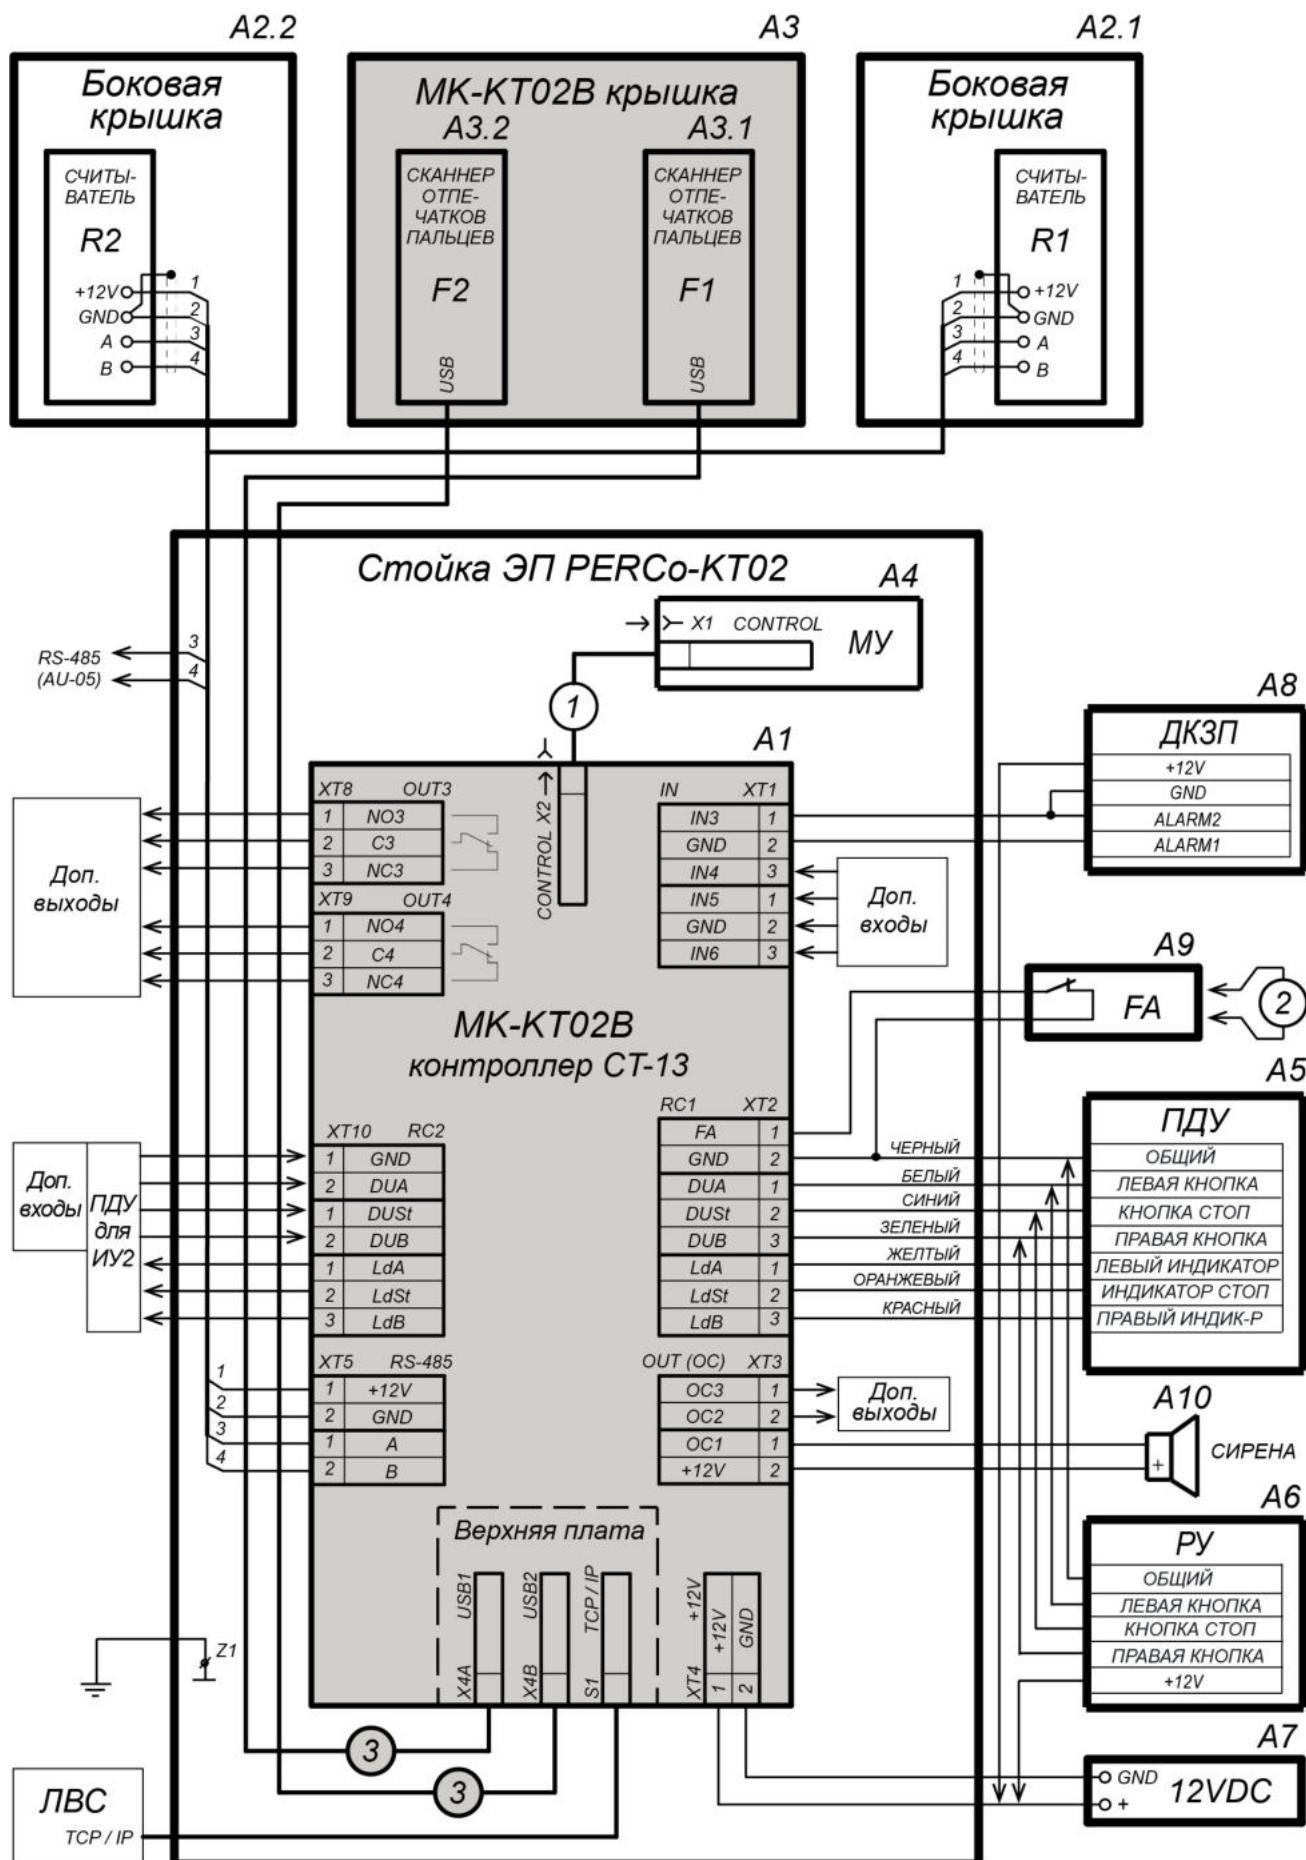

Рисунок 2. Схема подключения контроллера PERCo-CT13 к ЭП типа PERCo-KT02
6. Подключите кабели к контроллеру **PERCo-CT13** в соответствии со схемой соединений, представленной на рис. 2, и закрепите их на кронштейне с помощью стяжек из комплекта поставки.